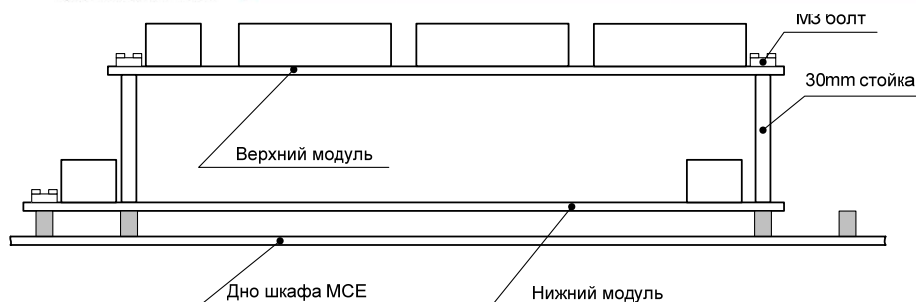

Рис.1. Монтаж FCM модуля в главном корпусе MCE
Модуль FCM может быть смонтирован в главном корпусе MCE системы, если базовая система содержит один модуль FLC. Модуль FCM устанавливается на верхнем уровне (см. Рис.1) в следующем порядке:
- Установить модуль на стойки согласно Рис.1 и закрепить винтами.